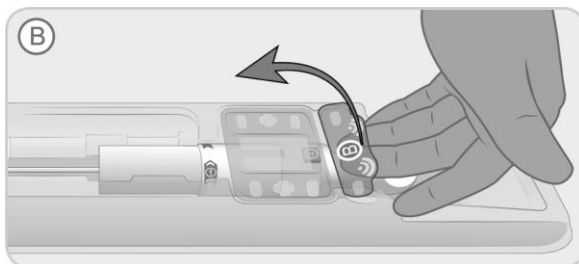

Abbildung 3. Entfernen des abnehmbaren Schalendeckels
- B. Den dünnen, abnehmbaren Schalendeckel (auf der Schale mit „B“ bezeichnet) durch Anheben der jeweiligen Lasche, wie in Abbildung 3 gezeigt, abziehen, bis er vollständig entfernt wurde.